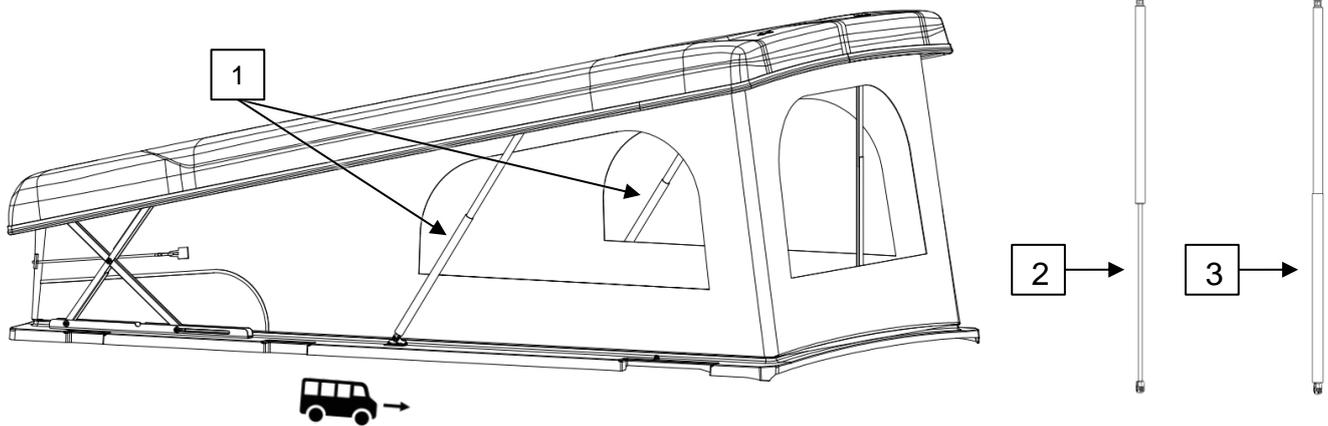

Abb. 3-1: Außenansicht Schlafdach [G0001549]
- Gasfedern auf beiden Seiten (s. Abb. 3-1, 1) einhängen: Die Gasfedern werden mit einer Schlaufe vorgespannt geliefert.
- **Beim Eihängen ist darauf zu achten, dass die Kolbenstange (2) (von dem Schutzrohr (3) abgedeckt) nach unten zeigt!**